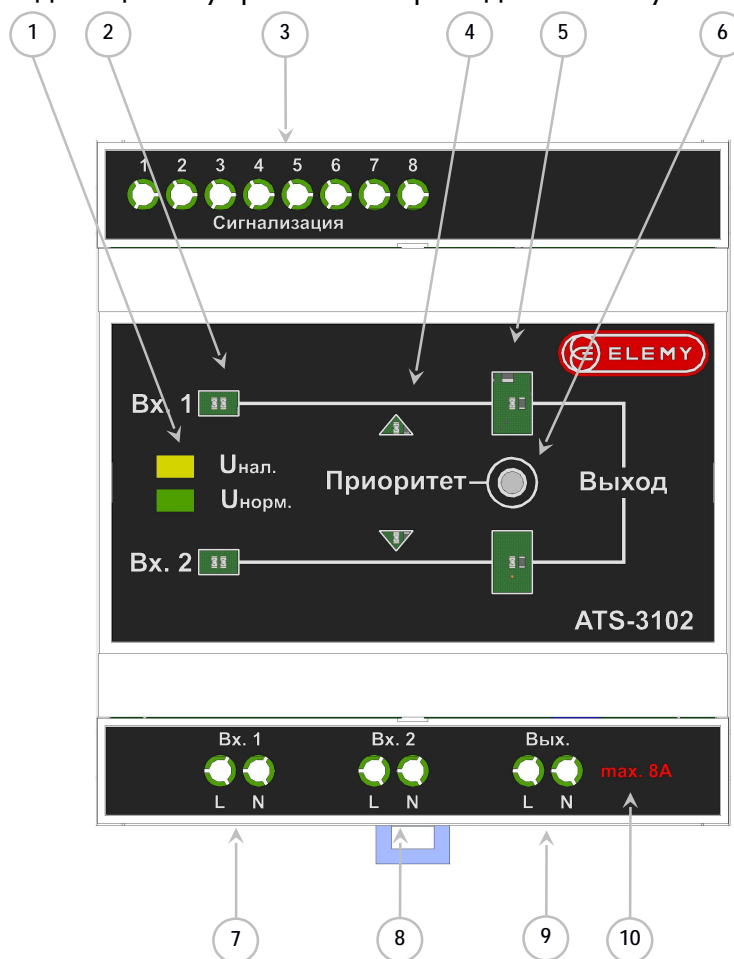

Рисунок 1 – Электронно-механический АВР ATS-3102, передняя панель:
3. Если дальше последовательно нажимать кнопку, будет происходить поочередное переключение режима приоритета, индикаторы «6» (рис.1) будут поочередно отображать режимы: приоритет ввода №1, приоритет ввода №2, нет приоритета миганием.